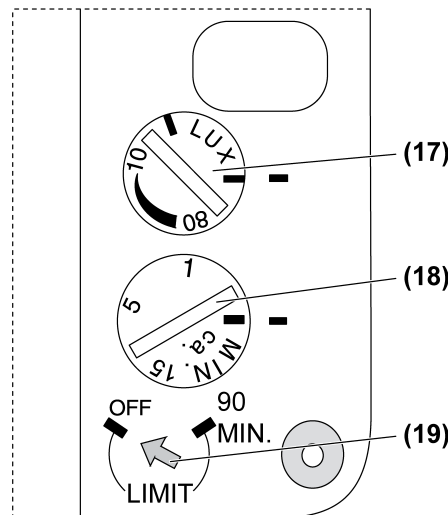

Bild 15: Einsteller Leistungsteil
- Einsteller **MIN** (18) in gewünschte Position drehen (Bild 15)
- Einsteller **LUX** (17) in gewünschte Position drehen (Bild 15). Eine Einstellung auf ca. 10 Lux aktiviert das Gerät bei Dämmerungsbeginn. Für helligkeitsunabhängiges Schalten den Einsteller bis Rechtsanschlag drehen.